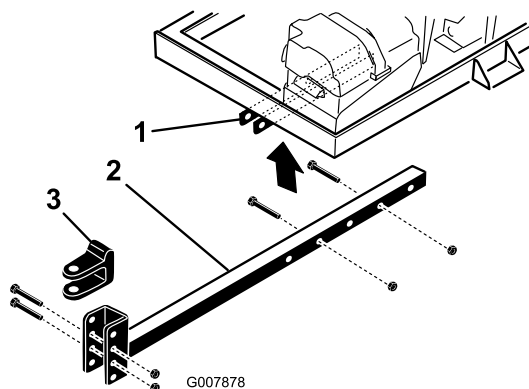

Figura 5
2. Introduza o tubo de engate nos suportes do chassis (Figura 5). Fixe o tudo ao chassis com 2 parafusos (3/8 x 3 pol.) e porcas flangeadas (3/8 polegada).
- Retire os parafusos e as porcas que fixam a forquilha de engate (Figura 5) ao tubo de engate.
- Retire os parafusos e as porcas que fixam o tubo de engate aos suportes do chassis (Figura 5).